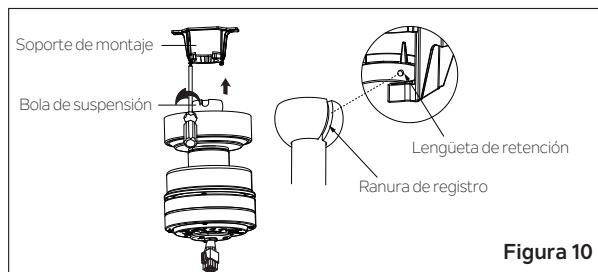

Figura 10
Paso 6. Levante el cuerpo del motor para colocarlo en su posición y coloque la bola de suspensión en el soporte de montaje. Gire todo el conjunto hasta que la “lengüeta de retención” haya caído en la “ranura de registro” y se asiente firmemente. (**Figura 10**)